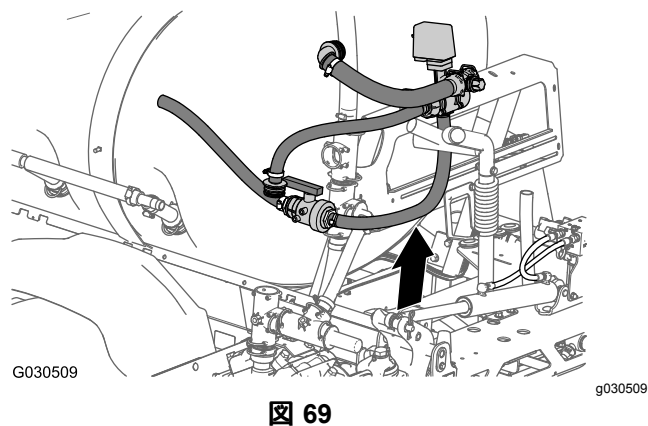

図 69
8. 車体からのバルブに取り付けられている攪拌バルブとバイパスバルブ、ボールバルブ、ホースを外す 図 69。